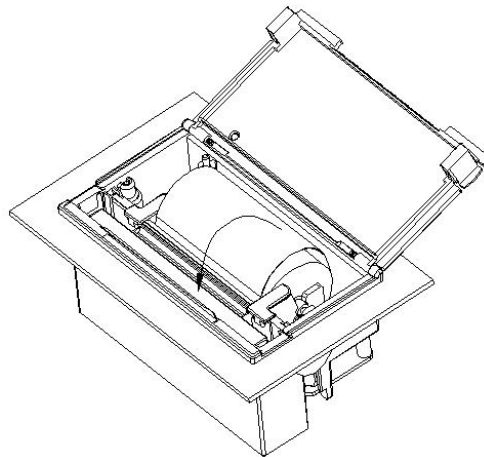

图 2-7
1、纸卷蓬松至纸卷最高点超出打印机上盖时会造成夹纸，此时按图 2-7 所示方向将